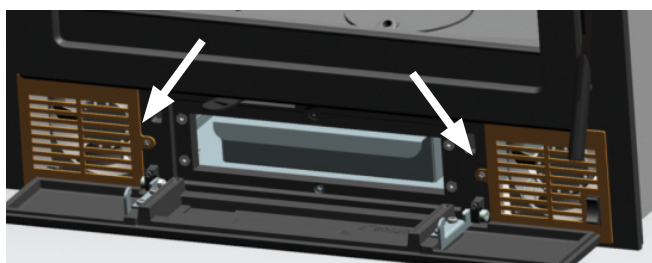

FIG. 1
1. Abra a porta do recipiente de cinzas e remover as grelhas de ventilação, que são fixados com dois parafusos. (Fig. 1)